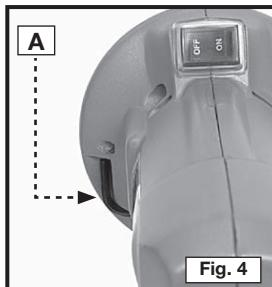

Fig. 4
- Apriete firmemente el tornillo (A) Fig. 4.
- Apriete firmemente el tornillo (B) Fig. 4.